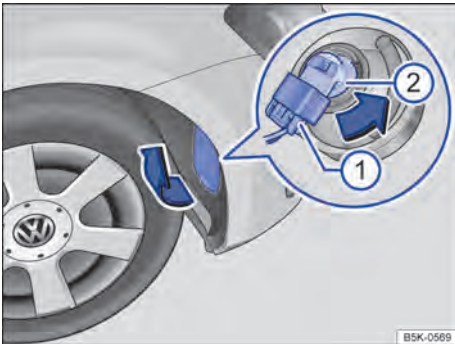

Fig. 226 No protetor da caixa de roda dianteiro direito: substituir a lâmpada incandescente no farol.
3.	Se necessário, levantar com cuidado a cobertura no protetor da caixa de roda, no sentido da seta, com a lâmina plana da chave de fenda das ferramentas de bordo ⇒ Fig. 226.
4.	Destruavar e retirar o conector ①.
5.	Girar o suporte de lâmpadas ② até o batente no sentido anti-horário (seta) e retirar para trás com a lâmpada incandescente.
8.	Encaixar o conector ① no suporte da lâmpada ②. O conector deve encaixar audivelmente.
9.	Encaixar a cobertura no protetor da caixa de roda ⇒ Fig. 226.